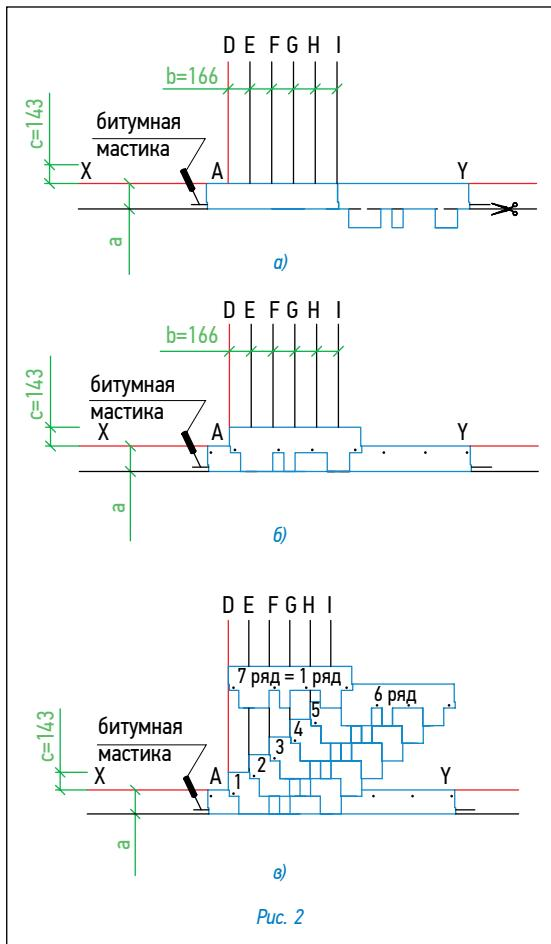

Рис. 2
Укладка материала (рис. 2)
- Начальный ряд формируется из специальной коньково-карнизной черепицы, либо из листов черепицы с обрезанными лепестками. Элементы начального ряда укладываются по линии карниза в обе стороны от линии I (рис. 2а) и фиксируются по нижнему краю битумной мастикой, а по верхней кромке 4 гвоздями (ось гвоздей на 5 см ниже верхнего края полосы);
- далее первый ряд черепицы укладывается от линии AD (рис. 2б);
- второй ряд укладывается от линии Е (со смещением 16,6 см от AD) (рис. 2в);
Каждый лист черепицы крепится 4 гвоздями в штатных местах таким образом, чтобы гвоздь прошивал и верхний край низлежащего листа черепицы (рис. 2г).